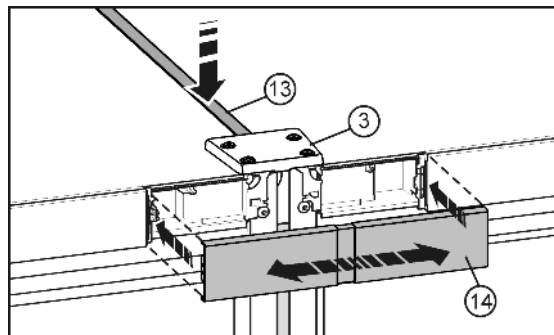

Fig. 10
- ▶ Στην πάνω πλευρά, πιέστε τη μικρή ράβδο Fig. 10 (13) ώστε να εισέλθει στο κενό. Η ράβδος πρέπει να ενωθεί "πρόσωπο" με την πλάκα σύνδεσης Fig. 10 (3) στην μπροστινή ακμή.
- ▶ Ασφαλίστε το κάλυμμα Fig. 10 (14) στο κενό που ακόμη είναι ανοικτό ανάμεσα στις δύο καλύπτρες των μηχανισμών ελέγχου. Προσέξτε, ώστε οι εξωτερικές πλευρές του καλύμματος να ενωθούν καλά με τις καλύπτρες των μηχανισμών ελέγχου. Για το σκοπό αυτό μπορείτε να τραβήξετε το κάλυμμα προς τα έξω.